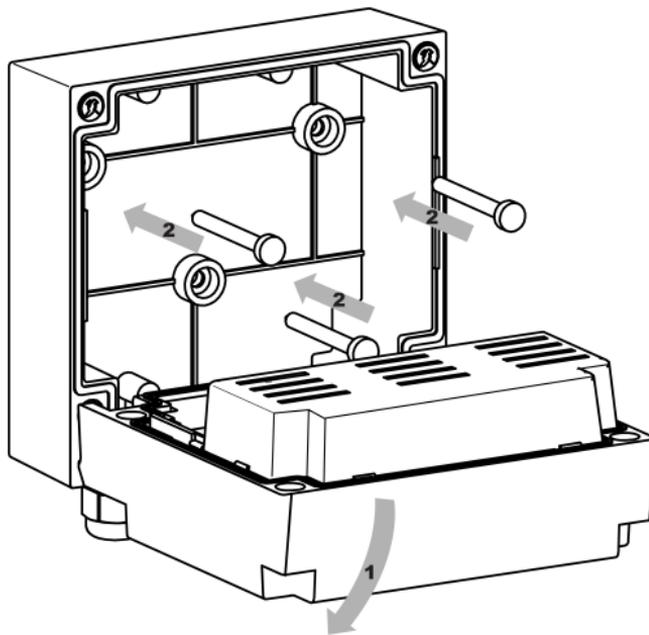

Рисунок 4.13 – Установка на стену
2. Откинуть вниз переднюю часть корпуса (см. *рисунок 4.13*, стрелка 1)
3. Прижать прибор к поверхности монтажа. Вставить в отверстия задней крышки саморезы из комплекта поставки (см. *рисунок 4.13*, стрелка 1). Закрутить саморезы в поверхность.